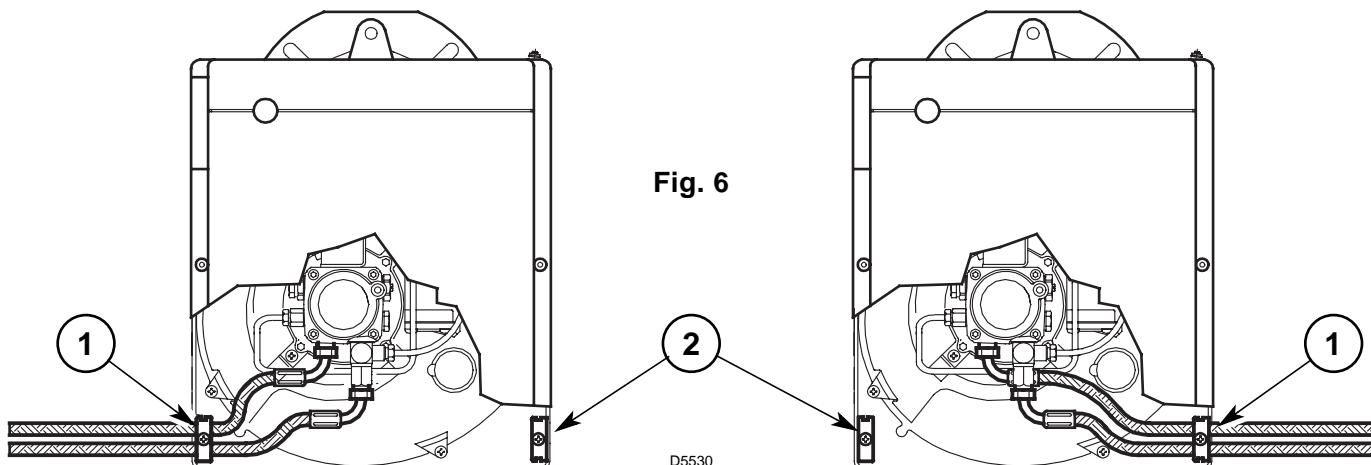

Fig. 6
Avhengig av hvilken side oljeslangene innføres (høyre eller venstre side av brenneren), skiftes bare klemeskiven (1) og festeplaten (2) fra den ene til den andre siden (fig. 6).